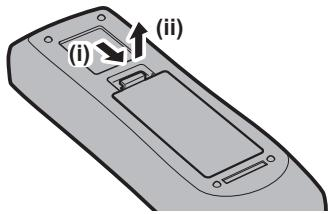

Abb. 1
- 1) **Öffnen Sie den Deckel. (Abb. 1)**